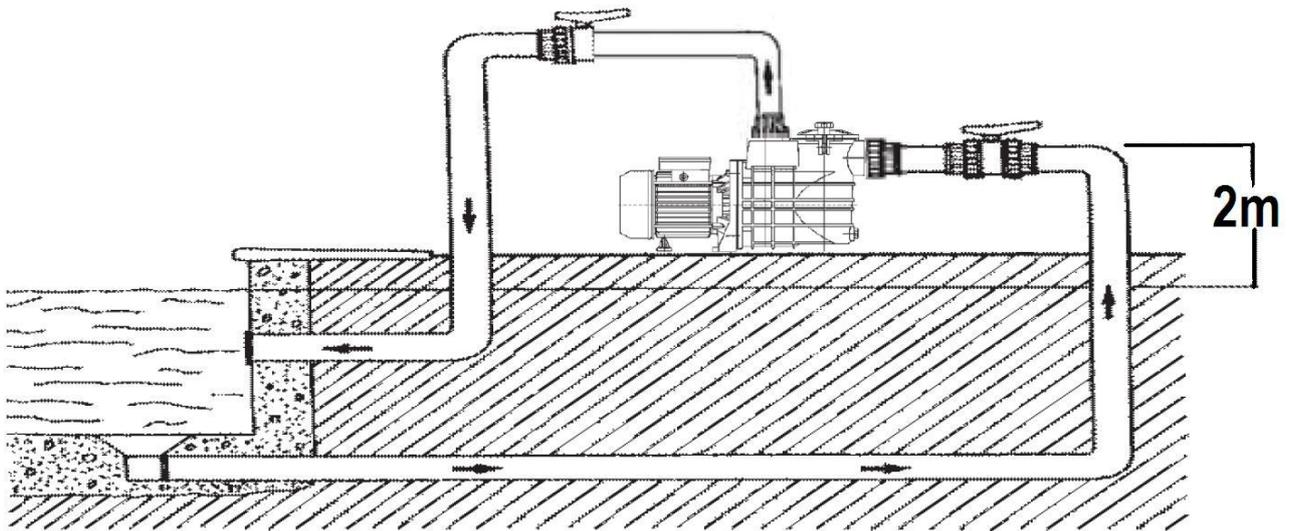

Fig.3
- Effettuando le misure a partire dal raccordo per l'inspirazione (vedere fig.3) la pompa può essere installata fino a mass. 5m sotto e 2m mass. sotto la superficie dell'acqua.